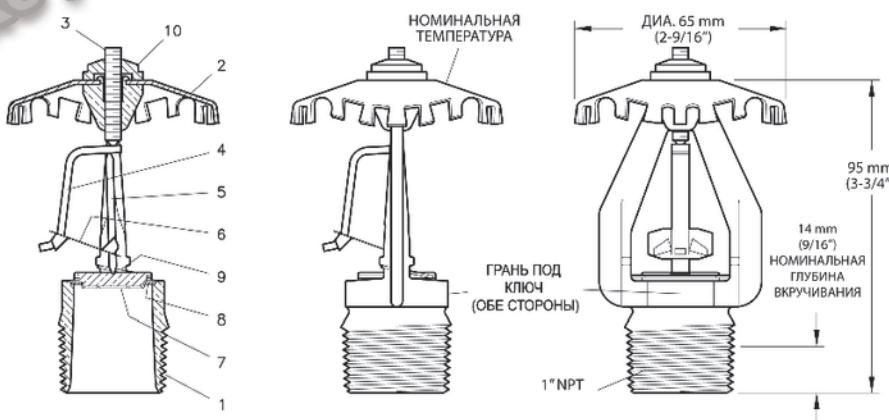

Рис. 2. Ороситель типа EC-25 с расширенной областью орошения, с вогнутой розеткой, К-363
**Шаг 4.** После установки проверьте целостность соединителя каждого спринклера EC-25. Обратите внимание, что соединитель и крюк должны иметь положение, показанное на рис. 2. Соединитель не должен быть искривлен, согнут или иметь положение, отличное от нормального. Поврежденные спринклеры следует немедленно заменить.